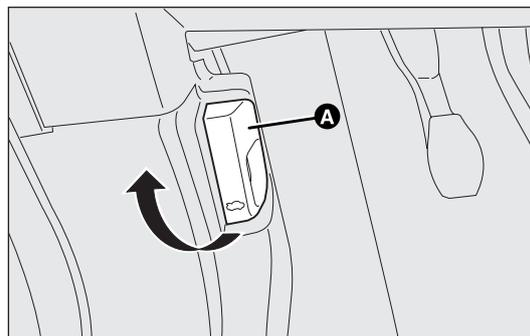

fig. 93
- tirare la leva A-fig. 93 nel senso indicato dalla freccia;